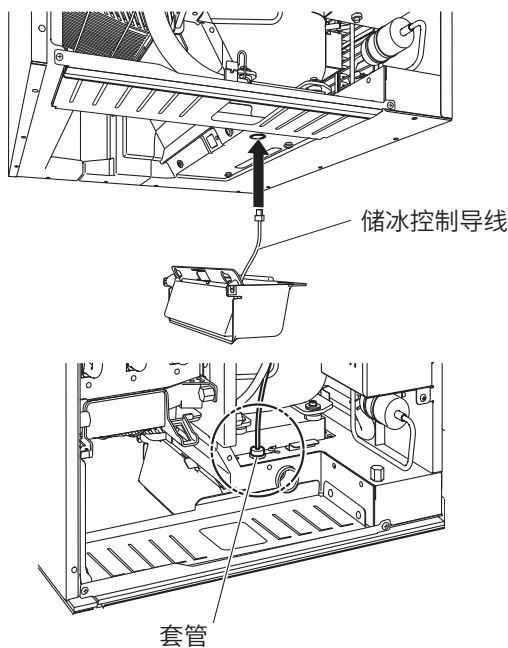

图 5
6) 将储冰控制导线穿过机器底部的通管孔，然后将其穿入机器附带的套管内。见图 5。